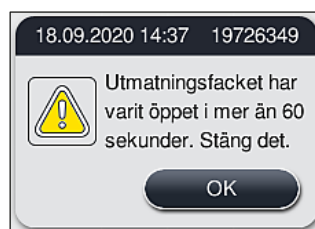

Bild 89
- Om utmatningsfacket är öppet i mer än 60 sekunder informerar ett informationsmeddelande (→ "Bild 89") användaren om detta.